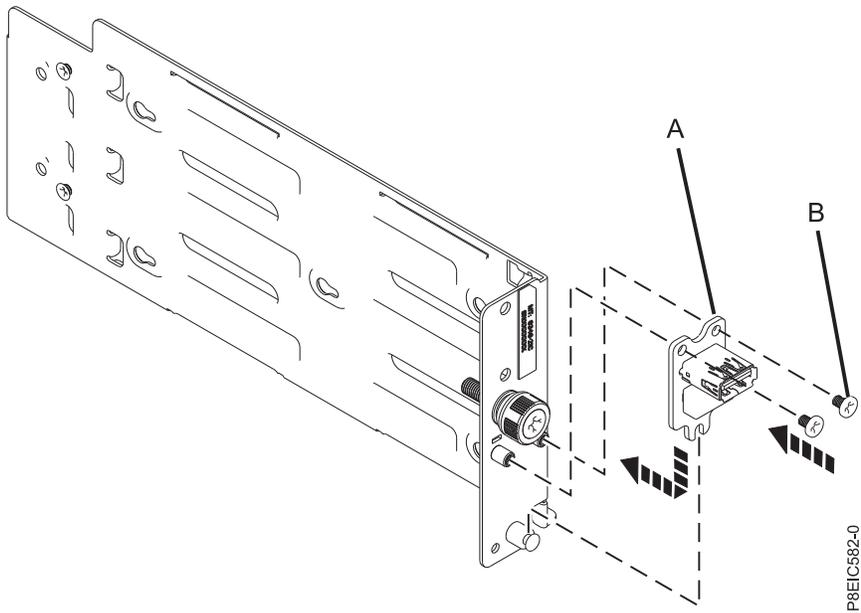

Abbildung 110. USB-Karte austauschen
2. Senken Sie die USB-Karte (**A**) und das USB-Kabel mithilfe des Ausrichtungsstifts in die Halterung ab; tauschen Sie die zwei Schrauben (**B**) aus, um die USB-Karte zu befestigen (siehe Abb. 110 auf Seite 102).